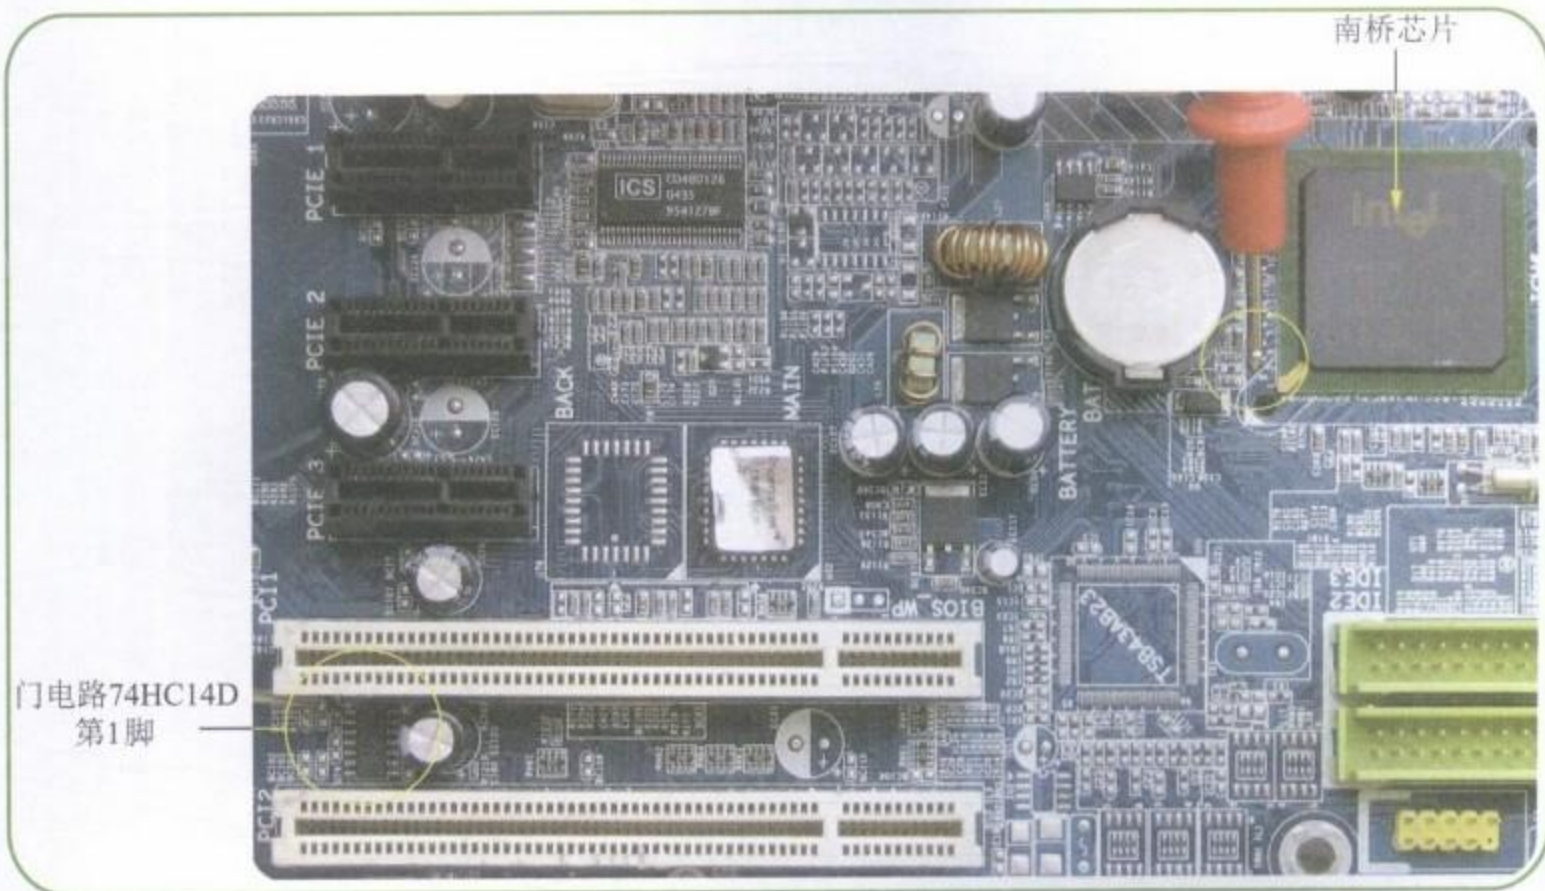

图10-18 测量南桥到门电路74HC14D第1脚的线路
Step 01 将万用表调到“蜂鸣”挡，测量南桥的PLTRST#引脚到门电路芯片第1脚的线路，如图10-18所示。